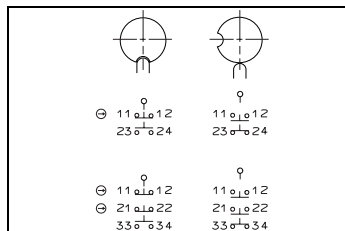

Abb. 3: Schaltelemente und Schaltfunktionen
- Kontaktbelegung siehe Abb. 3.